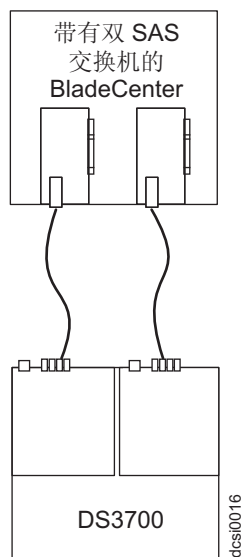

图 44. 连接到单个 BladeCenter 单元的 DCS3700 的示例
2. 要创建冗余主机连接，请从第二个 SAS 连接模块将 SAS 电缆连接到 DCS3700 中另一个控制器上的主机接口。在双控制器 DCS3700 中，最多只可创建两个冗余主机连接：从 BladeCenter 到 DCS3700 控制器主机端口各一个连接，如图 44 中所示。